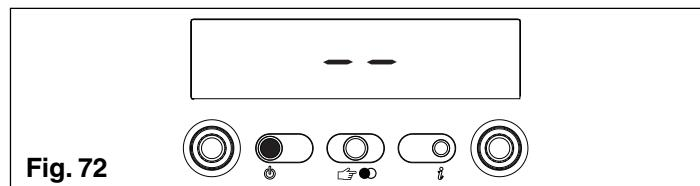

Fig. 72
As operações de programação dos parâmetros devem ser executadas tendo a caldeira na posição OFF. Para fazer isto, carregue na tecla até visualizar no display “- -” (fig. 72).
A caldeira volta a posicionar-se no estado “- -” (apagado). Para restabelecer o funcionamento carregue na tecla (fig. 72).
**⚠️** As operações de CALIBRAÇÃO & SERVICE devem ser executadas com a caldeira na posição OFF. Para fazer isto, carregue na tecla até visualizar no display “- -” (fig. 40 C.A.I. -MIX C.S.I.; fig. 72 R.A.I. - MIX R.S.I.).